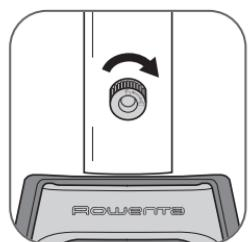

fig. 4
4. Revissez la vis de fixation du mât jusqu'au bout afin que le mât soit solidement fixé à la base. (*fig. 4*)